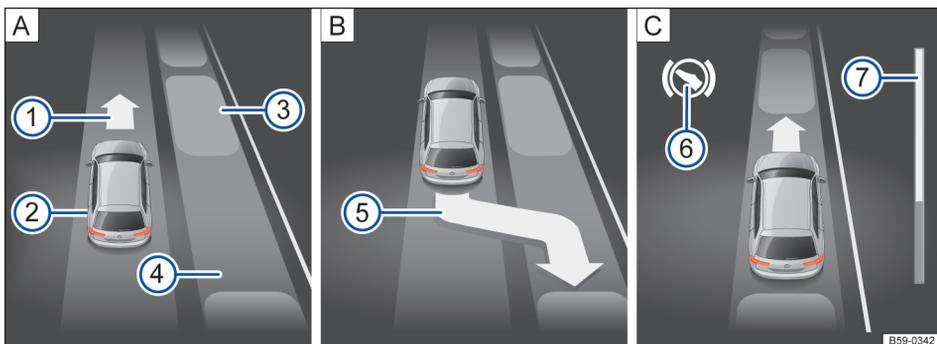
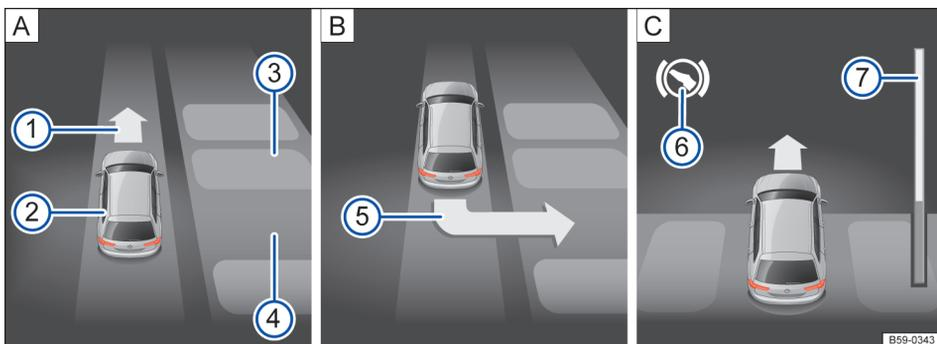

图 156 组合仪表显示器上：与路面平行泊车。A 寻找停车位，B 泊车的位置，C 调车
图 157 组合仪表显示器上：与车道垂直泊车。A 寻找停车位，B 泊车的位置，C 调车
→ 图 156 或 → 图 157 的图例：
在组合仪表的显示器中，进度条显示 → 图 156 ⑦ 或 → 图 157 ⑦ 以符号方式呈现出待行驶的相对距离。距离越长，进度条上的填满状态越大。向前行驶时，进度条的填满部分往上递减，倒车行驶时，进度条的填满部分往下递减。
2.	注意组合仪表显示器中的显示，是否侦测到「合适的」停车位或横向停车位，是否到达 正确的泊车位置→图 156 [B] 或→图 157 [B]。
3.	仅当在组合仪表的显示器中显示出泊车的要求⑤，才会侦测到「合适的」停车位或横向停车位。
6.	倒车行驶直到泊车雷达系统发出持续音讯号。 或：倒车行驶，直到组合仪表显示器上出现向前行驶要求→图 156 [A] ① 或→图 157 [A] ①。 或：直到组合仪表显示器中显示讯息： 泊车转向辅助结束。 进度条⑦ 表示待行驶距离→第 175 页。
7.	踩下制动踏板，直至智能泊车辅助系统的转向操作结束。 或：至组合仪表的显示器中的符号⑧熄灭。
9.	向前行驶直到泊车雷达系统发出持续音讯号。 或：向前行驶，直到在组合仪表的显示器中出现倒车的要求。 智能泊车辅助系统控制汽车前进或倒车，直到汽车笔直停在停车位或横向停车位中为止→图 156 [C] 或→图 157 [C]。